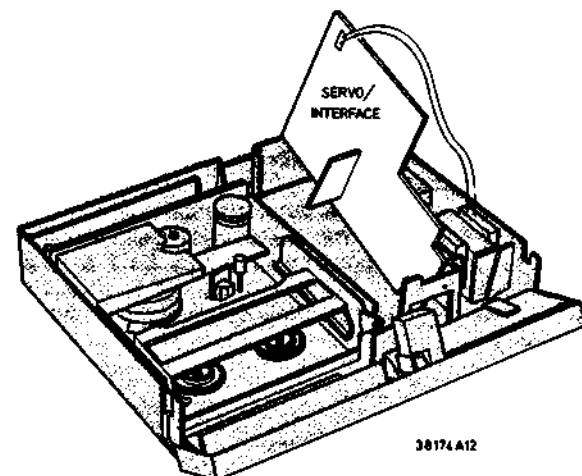

Fig. 2-7
2.8 Servicestellung von P613 (Servo/Schnittstelle), Bild 2-7
- Print P613 aus dem Boden heben und in dem Gerät unterbringen, wie in Bild 2-7 dargestellt. Der Netztransformator kann dann an seiner Stelle verbleiben.